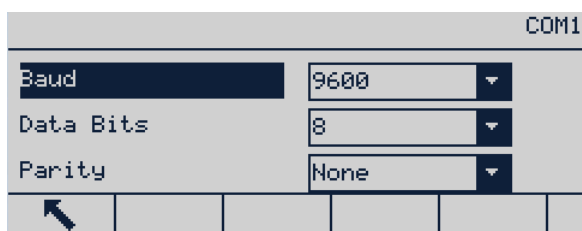

Figura B-26: Pantalla de configuración de COM1
10. Ingrese en **Comunicación | COM1** y verifique que los parámetros de comunicación de la impresora GT800 sean como se muestran en la Figura B-26.